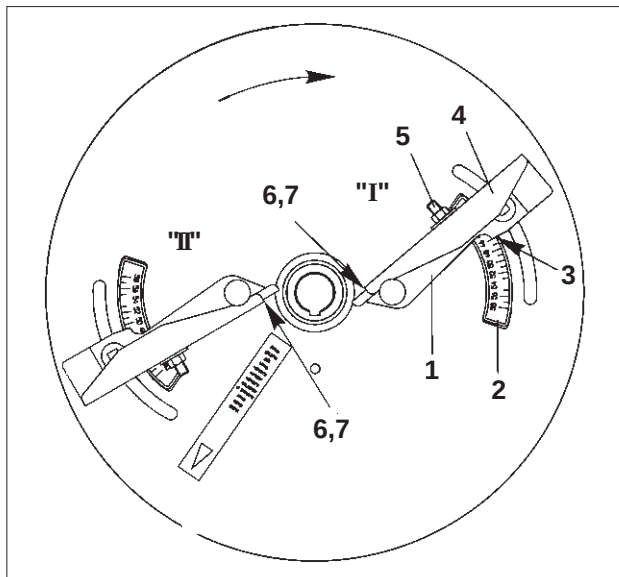

Fig. 7.20
Innstillingen av grensespredeskivene TS 5 - 9, TS 10 - 14, TS 15 - 18 og TS 4 skjer på teleskopvingene (Fig. 7.20/1) ut i fra oppgaver i spredetabellen og er avhengig av det gjødselslaget som skal spres og avstanden fra første kjørespor til kanten på feltet, på følgende måte:
- a) Drei teleskopvingen (Fig. 7.20/1) langs skalaen (Fig. 7.20/2) på spredeskiven etter at låsemutteren er løsnet. Skru mutteren fast igjen når avleserkanten (Fig. 7.20/3) flukter med valgte tallverdi.
- b) Still inn den ytre vingedelen (Fig. 7.20/4) langs skalaen (Fig. 7.20/6) til en valgt bokstav etter at mutteren (Fig. 7.20/5) er løsnet. Den ytre vingedelens stilling blir lest av ved avleserkanten (Fig. 7.20/7) på skalaen.